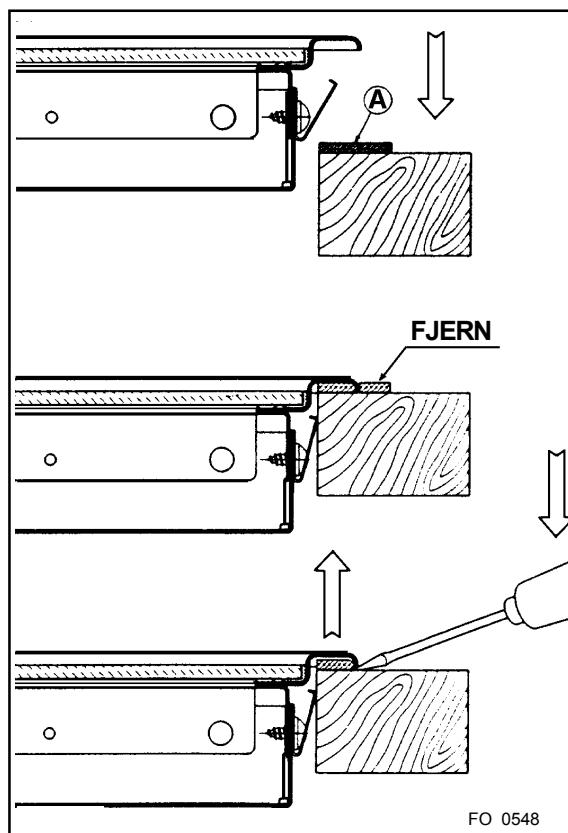

Fig. 4
- Plasser pakningen (fig. 4 - "A") hele veien rundt kanten langs utsnittet.